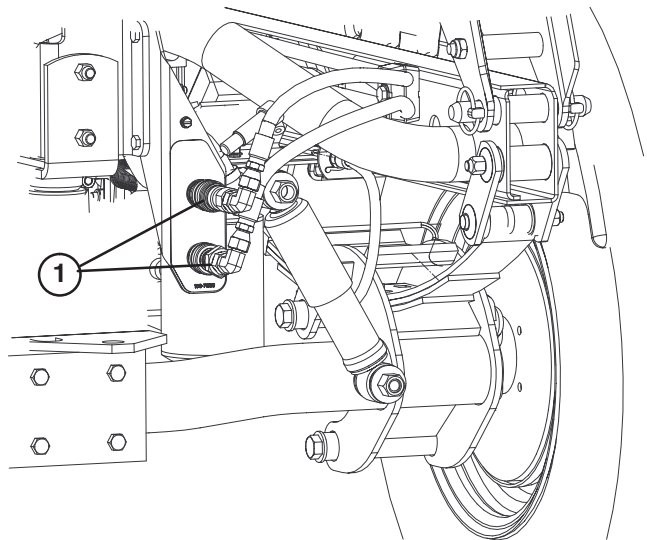

Figure 69
- Sur les deux véhicules, débranchez les deux flexibles à raccords rapides des flexibles fixés au support de raccord (Fig. 69).